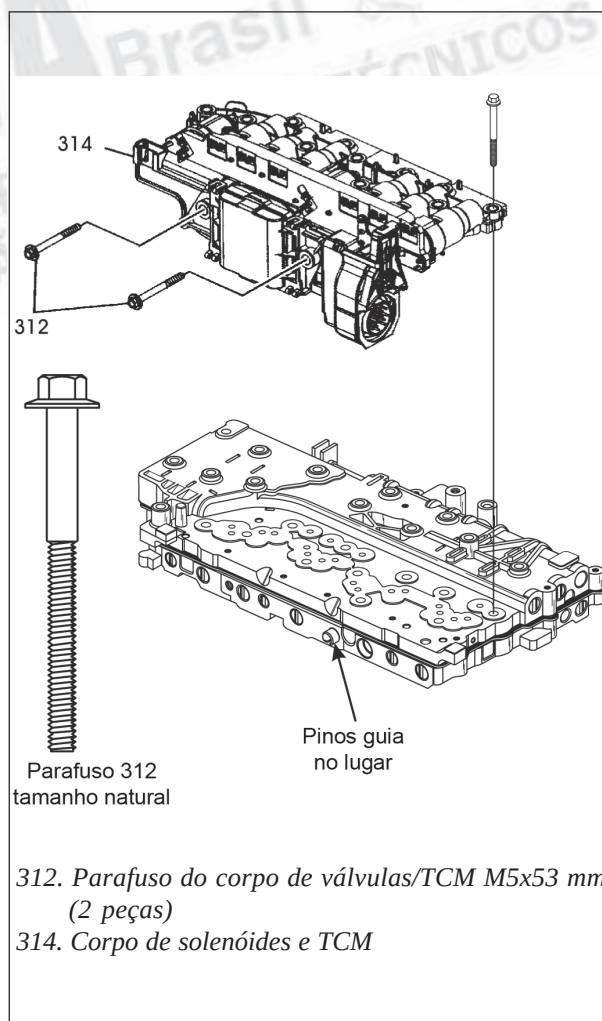

Figura 146
25. Instale o corpo de solenóides e TCM no corpo de válvulas e aponte dois parafusos nas laterais, conforme mostra a figura 146, apertando-os somente com as mãos nesta ocasião.
O corpo de solenóides e TCM deve ser alinhado com os pinos guias, conforme mostra a figura 146.